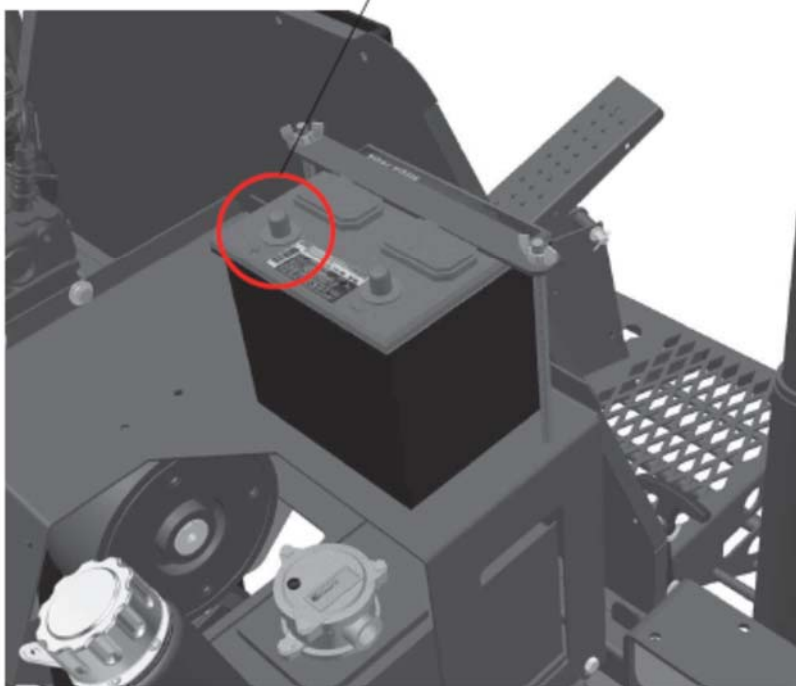

РИСУНОК 3.3.1: ОТКЛЮЧЕНИЕ АККУМУЛЯТОРА
- 2) Отсоедините аккумулятор. Смотри Рисунок 3.3.1.